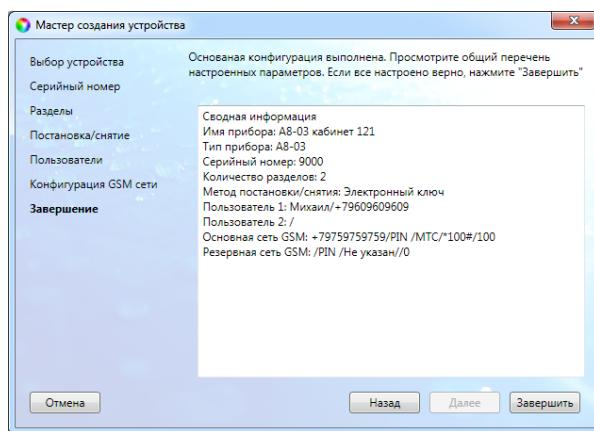

Рис. 5.11. Окно Завершение
14. В следующем окне **Завершение** отображаются указанные параметры (рис. 5.11). Для завершения нажмите кнопку **Завершить**. Для того чтобы вернуться назад и изменить параметры, нажмите кнопку **Назад**.